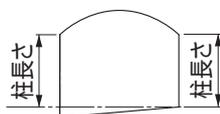

図2-2
- 柱は基準となる位置から同じ高さとしてください。(図2-2参照)